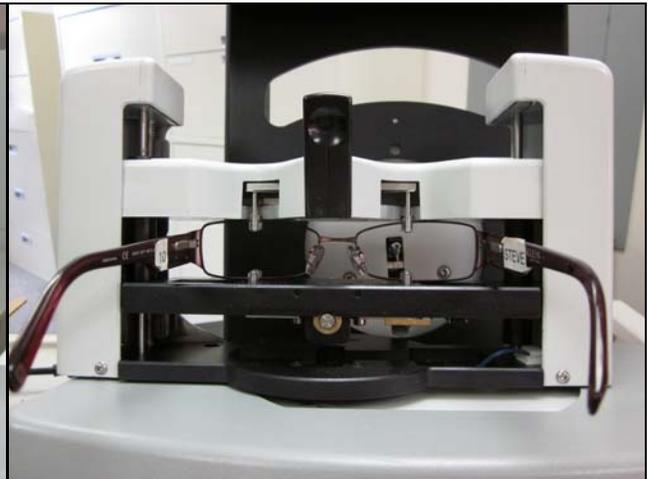

Figura 3.1b: montura colocada y lista para trazar.
4. Suelte el activador del sujetador de monturas. La Figura 3.1b muestra la montura colocada.